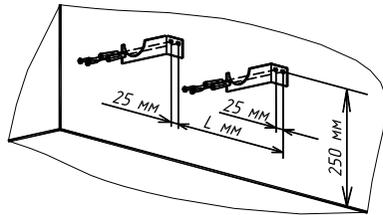

Рисунок 2 – Порядок установки кронштейнов
6.1.1 Электроконвекторы крепятся к стене с помощью кронштейнов согласно рис.2 в следующем порядке:
- Просверлите на стене 4 отверстия  $\varnothing 8$  мм (согласно рис. 2 и таблицы 3);